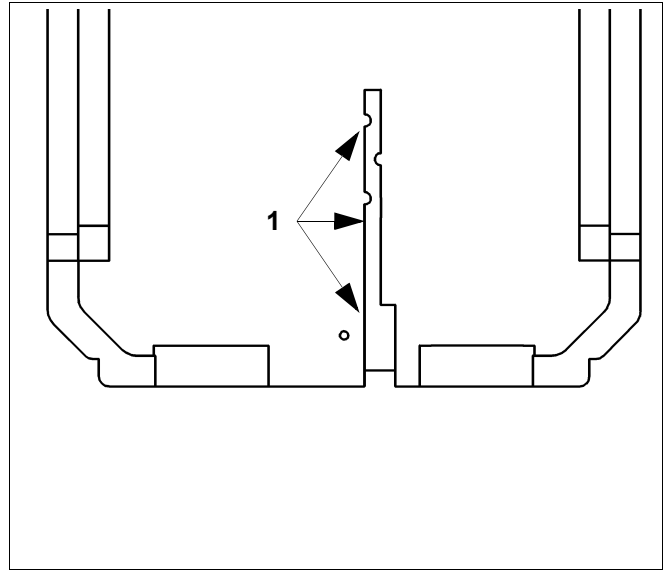

Рис. 6 Задний теплоизоляционный элемент
- Электрические провода проложить в кабельном вводе (рис. 6, поз. 1) заднего теплоизоляционного элемента и вывести назад.